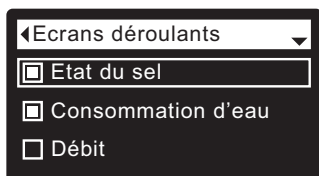

FIG. 53
5. Appuyez sur le sélecteur (O) pour afficher le menu des écrans dynamiques déroulants (cf. Figure 53).